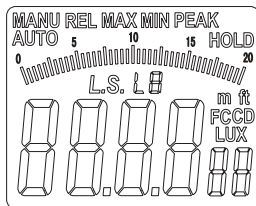

Figura 5-1-5
- Presione el botón "MAX/MIN/LS" durante un segundo y el valor LS parpadeará en la pantalla LCD (como se muestra en la figura 5-1-5). El medidor pasará al modo de selección de fuente. Presione "REL/PEAK" o "HOLD/ZERO" para cambiar la fuente de luz (L0-L9), pulsación larga para acelerar el cambio. Presione "RAN" de nuevo para volver al paso anterior.